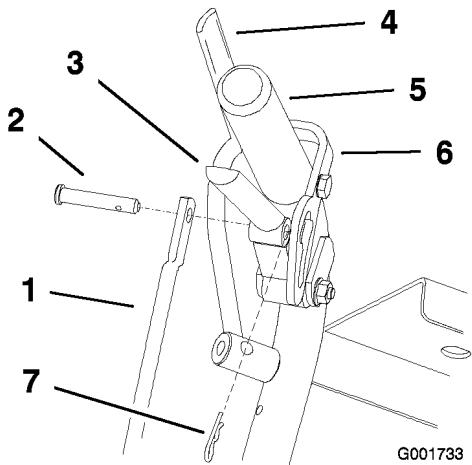

Figura 17
1. Retire los pasadores y los pasadores de seguridad de las palancas de avance y los cierres de bloqueo de punto muerto (Figura 17).
punto muerto e introduzcalo en los pasadores de seguridad (Figura 17).